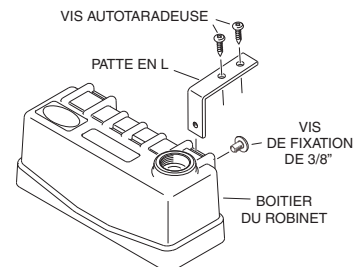

Figure 6
1. Insérez les deux pattes en L dans le boîtier du robinet en suivant l'illustration (voir figure 6).